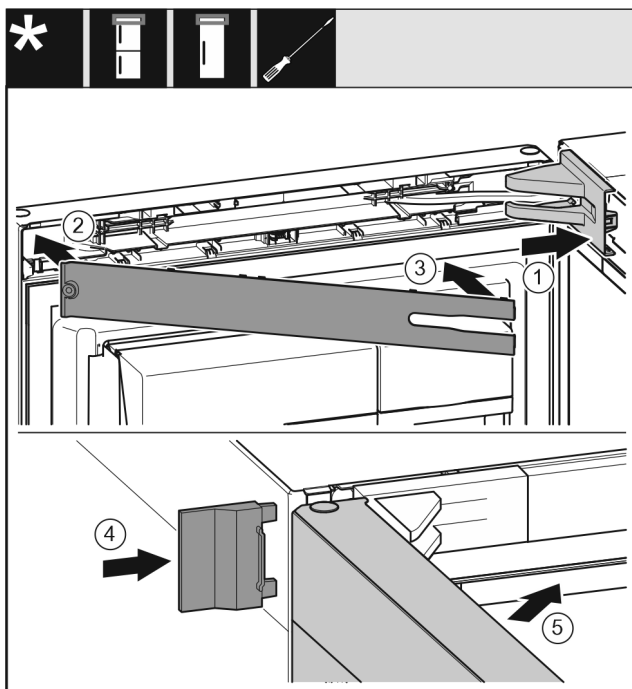

Fig. 22
- ▶ Τοποθετήστε και κουμπώστε το κάλυμμα του στηρίγματος, ενδεχ. αποσυμπιέστε το προσεκτικά. Fig. 22 (1)
- ▶ Τοποθετήστε το διακοσμητικό κάλυμμα. Fig. 22 (2)
- ▶ Κλείστε το διακοσμητικό κάλυμμα και κουμπώστε το. Fig. 22 (3)
- ▶ Ωθήστε το εξωτερικό κάλυμμα. Fig. 22 (4)
- ▶ Κλείστε την επάνω πόρτα. Fig. 22 (5)